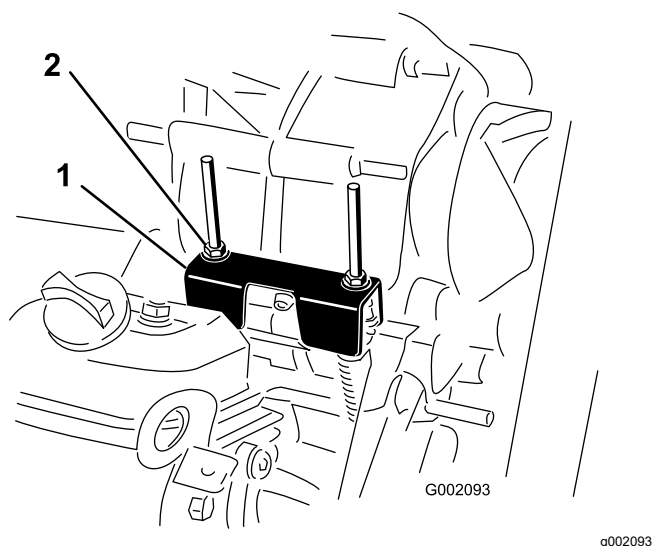

Рисунок 64
Прежде чем выполнять плановое техобслуживание и (или) диагностику двигателя, коробку передач необходимо переключить в положение НЕЙТРАЛЬ (Рисунок 64). У автомобиля есть положение НЕЙТРАЛЬНОЕ на рычаге переключения передач, которое включает нейтральное положение в трансмиссии. Необходимо выполнить следующие действия, чтобы убедиться в правильной работе рычага переключения передач в нейтральном положении:
2. Убедитесь, что кронштейн нейтрали находится в НЕЙТРАЛЬНОМ положении (на уровне кронштейна крепления троса, расположенного под кронштейном переключения передач), повернув ведомое сцепление (Рисунок 64).
3. Поверните одну из контргаек (Рисунок 64), чтобы получить зазор от 0,762 до 1,52 мм между нижней частью гайки/шайбы и кронштейном нейтрали.